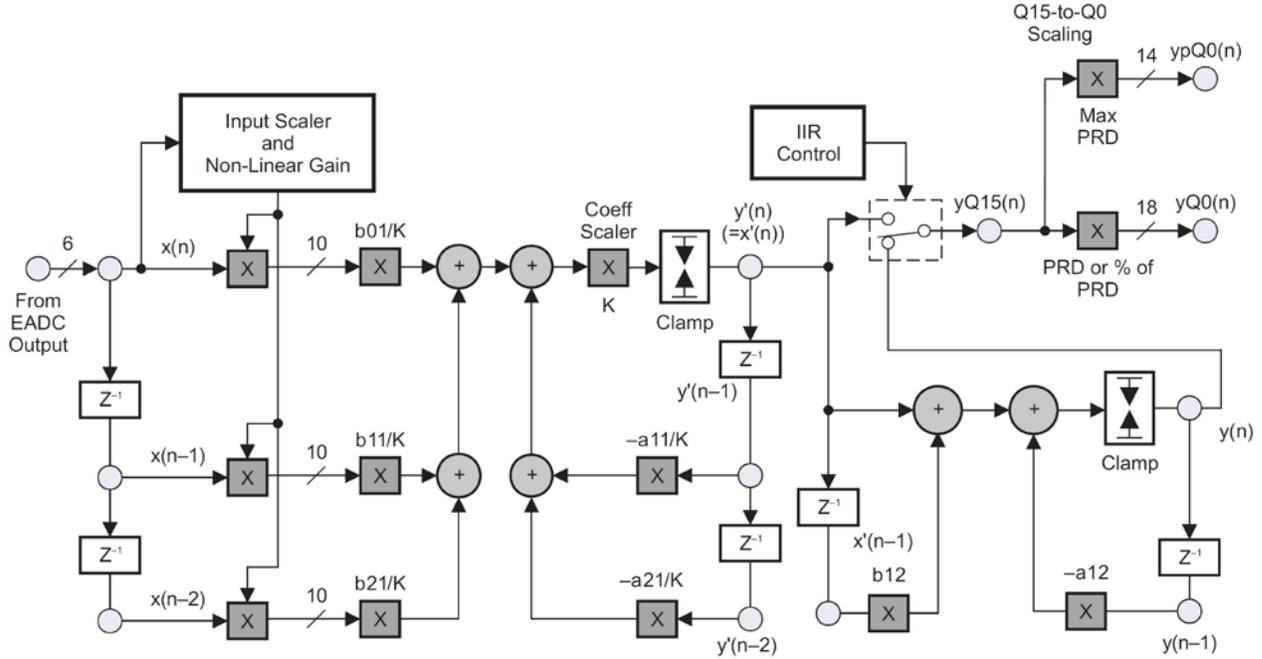

图2: UCD30xx 补偿器内部结构
UCD30xx 系列控制器数字补偿环路是由可配置的硬件补偿环路来实现。硬件补偿环路可以配置成 2 零点 2 极点 (2P2Z) 或者 3 零点 3 极点 (3P3Z) 补偿方式。3 零点 3 极点是使用 2 零点 2 极点 (对应系数为:  $b_{01}$ 、 $b_{11}$ 、 $b_{21}$ 、 $a_{11}$ 、 $a_{21}$ ) 加 1 零点 1 极点 (对应系数为:  $b_{12}$ 、 $a_{12}$ ) 方式来实现。而对于开关电源来说，主要使用 2 零点 2 极点的补偿方式。图 2 是 UCD30xx 系列控制器硬件补偿环路内部框图。
从图 2 我们可以得补偿环在  $z$  (离散) 域的传递函数，如公式 (1) 所示：